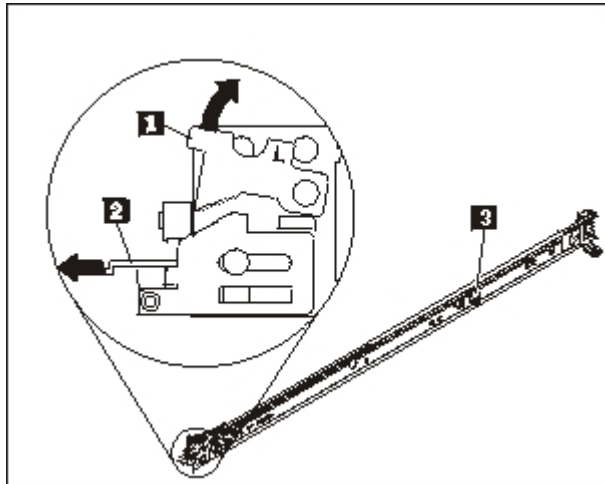

Figura 6. Visão dos Trilhos Deslizantes
1. Abra as travas do trilho deslizante frontal, conforme mostrado na Figura 6 na página 16.